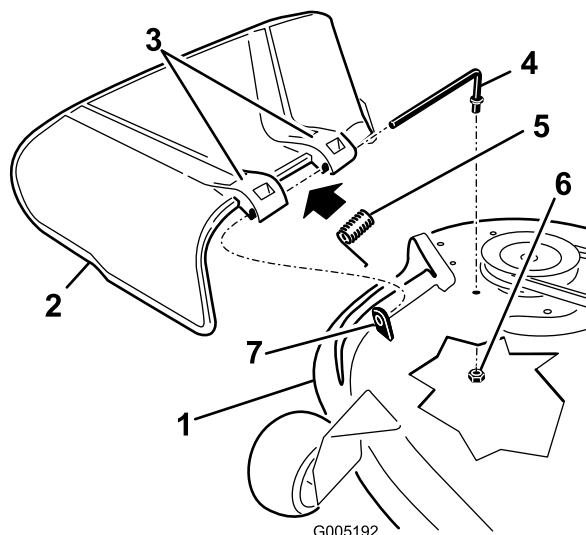

Figure 58
- Sortez la tige de la courte cheville de positionnement, du ressort et du déflecteur d'herbe (Figure 58).
- Remettez en place le déflecteur d'herbe (Figure 58).
- Insérez la tige dans le deuxième support du déflecteur d'herbe (Figure 58).
- Fixez l'extrémité arrière de la tige dans le tablier de coupe à l'aide d'un écrou (3/8 po), comme montré à la Figure 58.
- Retirez l'écrou (3/8 po) de la tige, sous le tablier de coupe (Figure 58).